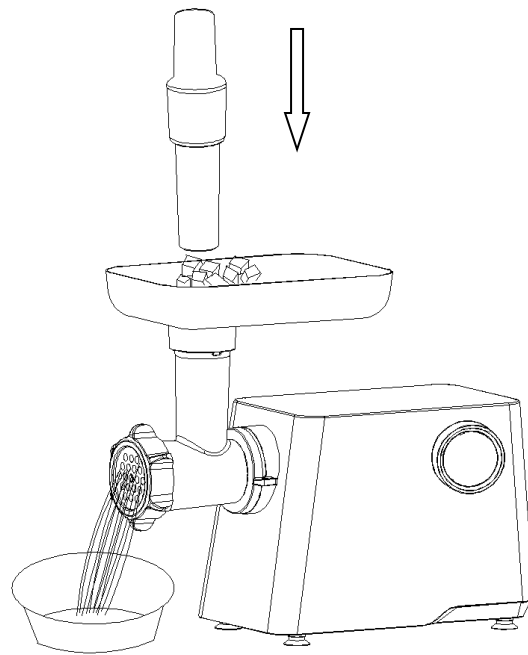

Abb. 7
- Legen Sie das Fleisch auf die Einfüllschale. Der Stopfer darf ausschließlich zum Nachdrücken des Fleisches in die Öffnung der Schale während des Betriebs verwendet werden (Abb. 7).